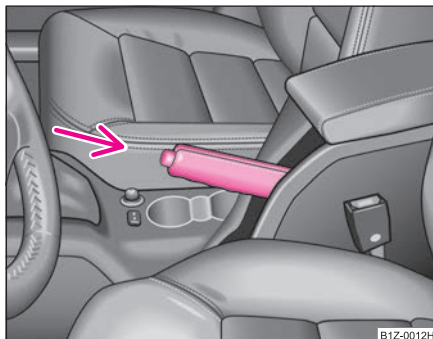

Fig. 131 Consola centrală: Frâna de staționare
- Acționați maneta puțin în sus **și în același timp** apăsați butonul de blocare ⇒ fig. 131.